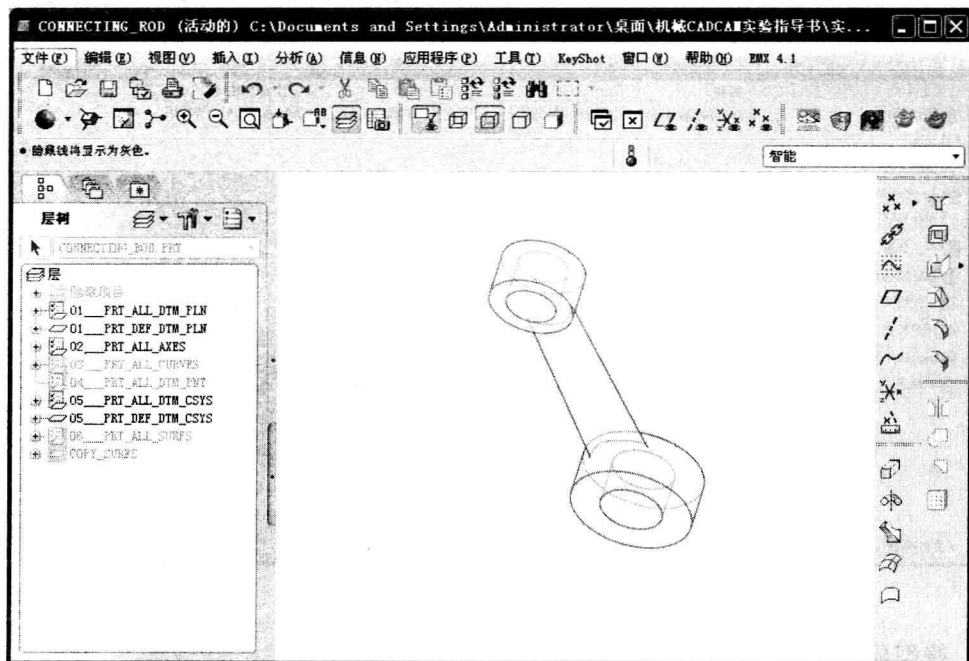

图 1-7 隐藏线显示模式
(2) 隐藏线显示模式：按下  按钮，模型显示效果如图 1-7 所示。